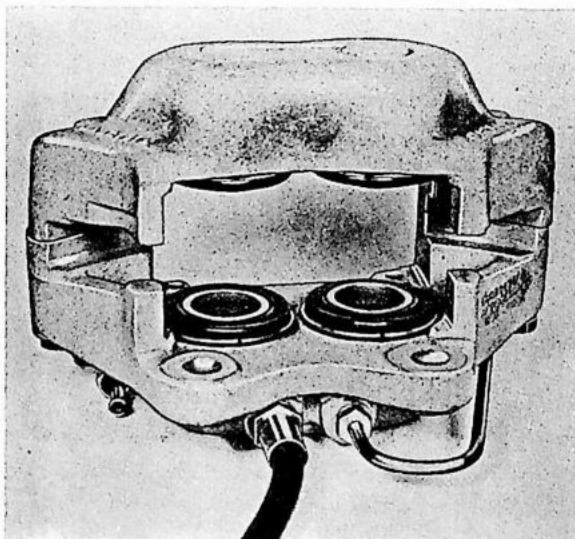

Fig. 5-22. Gemonteerd voorwielremjuk
4. Breng de rubber stoffkappen op de zuiger en het huis aan. Monteer de borgveren overeenkomstig Fig. 5-22 en 5-23.